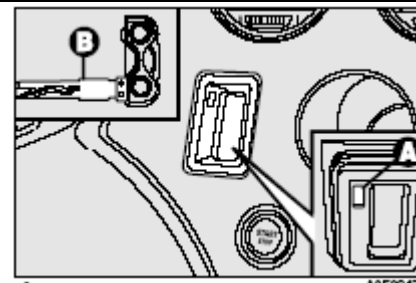

рис.1
- Установить металлическую часть ключа **В** – рис.1 электронного ключа в отверстие **А**;
ПРЕДУПРЕЖДЕНИЕ. Не вставляйте в щель **А** – рис.1 инородные предметы, а только металлическую часть **В** электронного ключа.